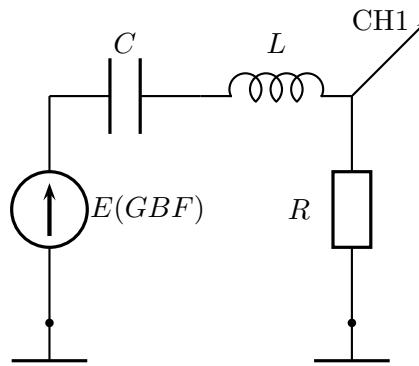

FIGURE 3 –
- Réaliser le montage de la figure 3 avec R variable, $C = 10 \text{ nF}$ et $L = L_1$ ou L_2 .